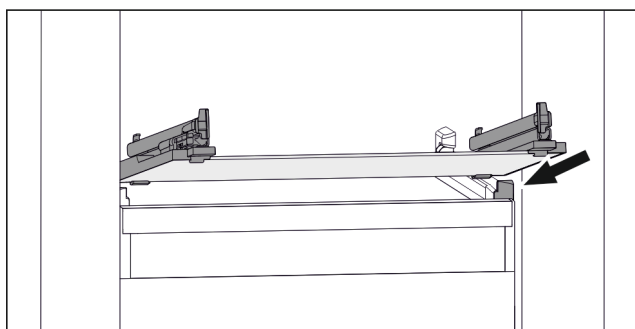

Fig. 167 Klaasplaadi näitlik kujutis
- ▶ Pange klaasplaat kaldu peatajate taga peale. (vt. Fig. 167)